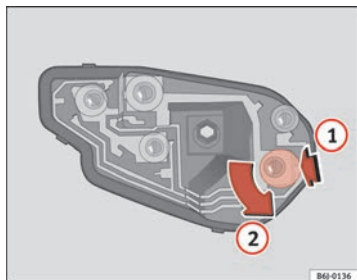

Fig. 149 Cambio lámparas luces posteriores
- Una vez retirado el portalámparas, presione hacia abajo en el sentido de la flecha (1) y gire a la vez en sentido de la flecha (2) ⇒ fig. 149. ■